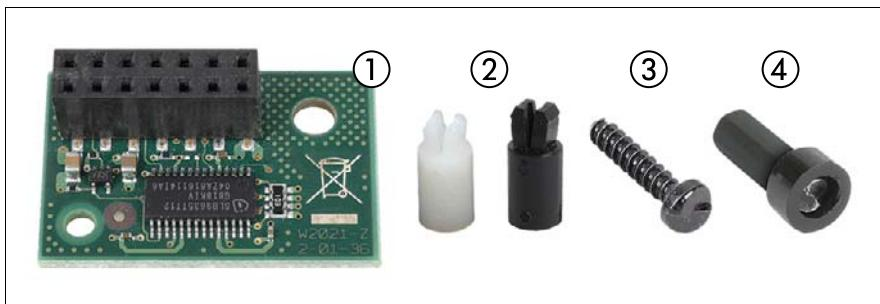

図 48: TPM 取り付けキット
- ▶ TPM をソケットの上に置き、特殊なネジで固定します（71 ページ の図 48 を参照）。
- この特殊なネジを締めるときは、TPM 用ドライバー交換用ビット（図 48 を参照）を使用してください。